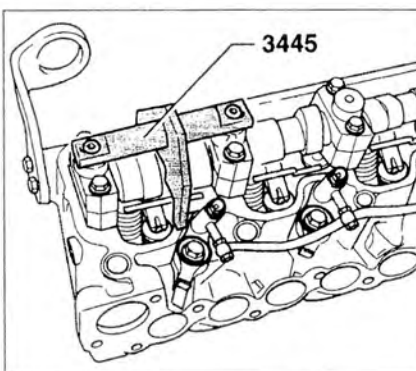

Рис. 4.20. Заблокируйте распределительный вал фиксатором 3445.
4. Заблокируйте распределительный вал фиксатором 3445 (рис. 4.20). Установите прокладку головки блока цилиндров в требуемое положение.